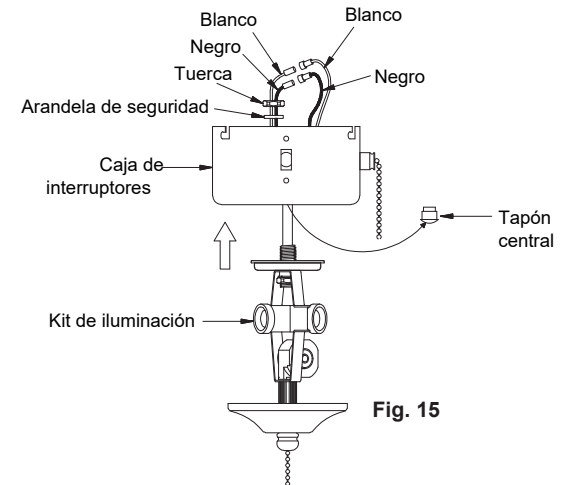

Fig. 15
Paso 3. Asegúrese de que esté lo suficientemente apretado para evitar que el kit de iluminación vibre libremente (**Fig. 15**).